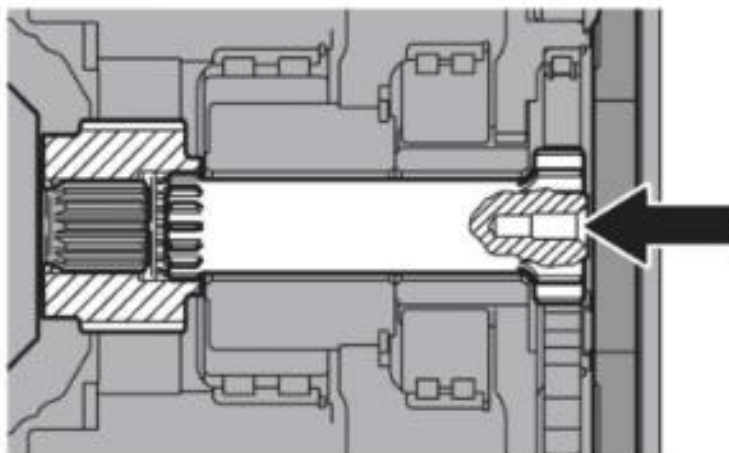

Рисунок 3.158. Резьбовое отверстие в шлицевом вале
- ▶ В центральное отверстие шлицевого вала, рис. 3.158, вкрутить вспомогательный винт М8х80 ГОСТ 7798-70 как показано на рисунке. 3.159.